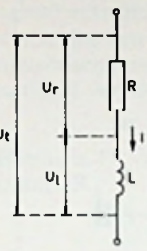

Fig. 2
b. Het eenvoudigste vervangschema is de serieschakeling van een weerstand en een spoel (fig. 2). Op de weerstand staat een zodanige spanning dat bij een stroom van 2,5 ampère hierin een vermogen van 330 watt wordt ontwikkeld. Dus